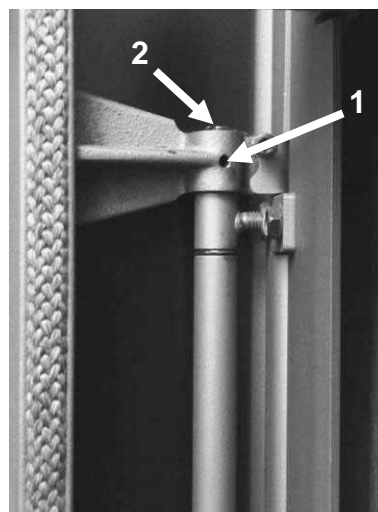

Abbildung 27: Nachstellen der Federspannung
Die Feder im Türscharnier soll sicherstellen, dass die Tür selbsttätig schließt. Ist dies nicht oder nicht mehr gewährleistet, kann die Feder nachgespannt werden: Dazu die Stellschraube mit Sechskantschlüssel lösen (Abbildung 27 Pfeil 1).
Schraubendreher in den Schlitz, oben im Scharnierbolzen einführen (Abbildung 27 Pfeil 2) und nach links drehen, festhalten und gleichzeitig die Feststellschraube (1) wieder anziehen.